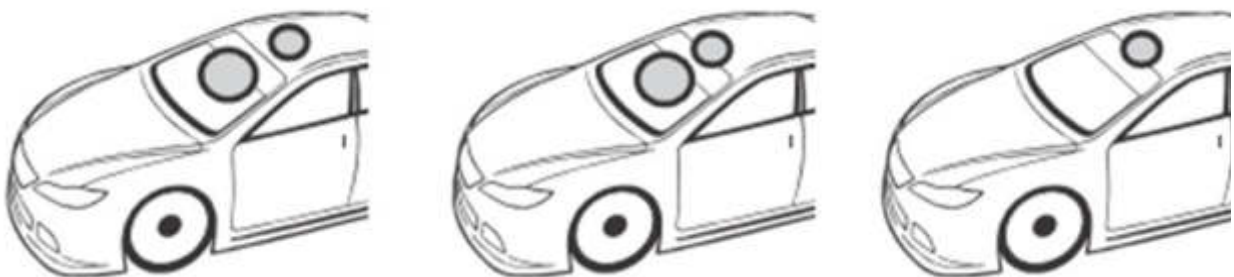

Figura 32: Posizione fori per raffreddamento e rifornimento
- il foro per il raffreddamento posto sul parabrezza e quello per il rifornimento, entrambi di 60,0 mm massimi in ogni direzione, devono essere realizzati separatamente e, comunque, ad una distanza minima di 5,0 mm fra loro; qualora il foro di rifornimento dovesse essere effettuato in una zona della carrozzeria che comprende sia il tetto sia il parabrezza, sarà considerato come utile sia al raffreddamento ed al rifornimento e quindi sarà possibile effettuare un solo foro di 60,0 mm in ogni direzione. Si veda a corredo la Figura 32;